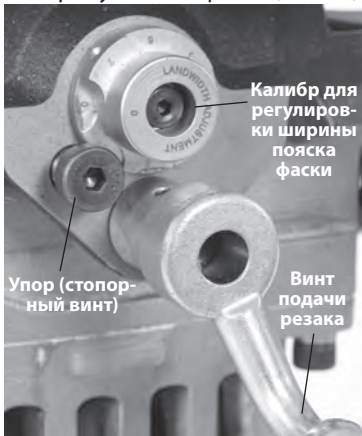

Рис. 18 – Установка калибра для регулировки ширины пояска фаски
6. Установите требуемую ширину пояска фаски (Рис. 18)
8. Постепенно плавно поворачивая по часовой стрелке винт подачи резака (Рис. 18); введите режущую головку в заготовку, так чтобы упор касался калибра для регулировки ширины пояска фаски. Не используйте смазочно-охлаждающую эмульсию или охлаждающую жидкость.